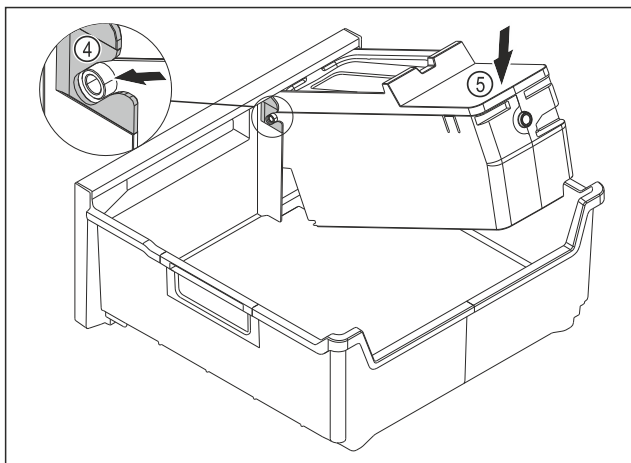

Fig. 78
- ▶ Montáž korpusu EasyTwist-Ice: Osy korpusu EasyTwist-Ice zasuňte do vedení Fig. 78 (4).
- ▶ Stlačte korpus EasyTwist-Ice Fig. 78 (5) vzadu dolů.